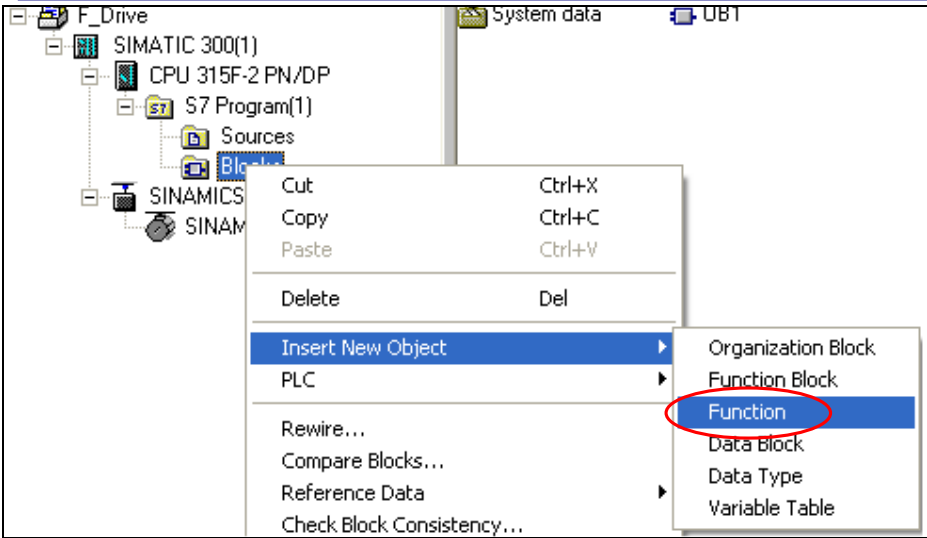

图 20 插入新的功能（Function）
1) 首先打开 SIMATIC Manager，进入编程界面，选择 “Insert new object” → “Function”（图 20）。